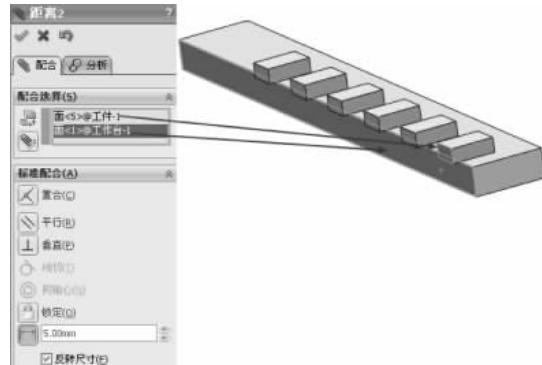

图 3-239 距离配合
(28) 选择【标准配合】选项组下的【距离】配合类型，在【要配合的实体】选择框中选择如图 3-239 所示的面，在【后面】后面的数值框中输入 5.00mm，其他保持默认，单击【确定】按钮 ，完成距离配合。